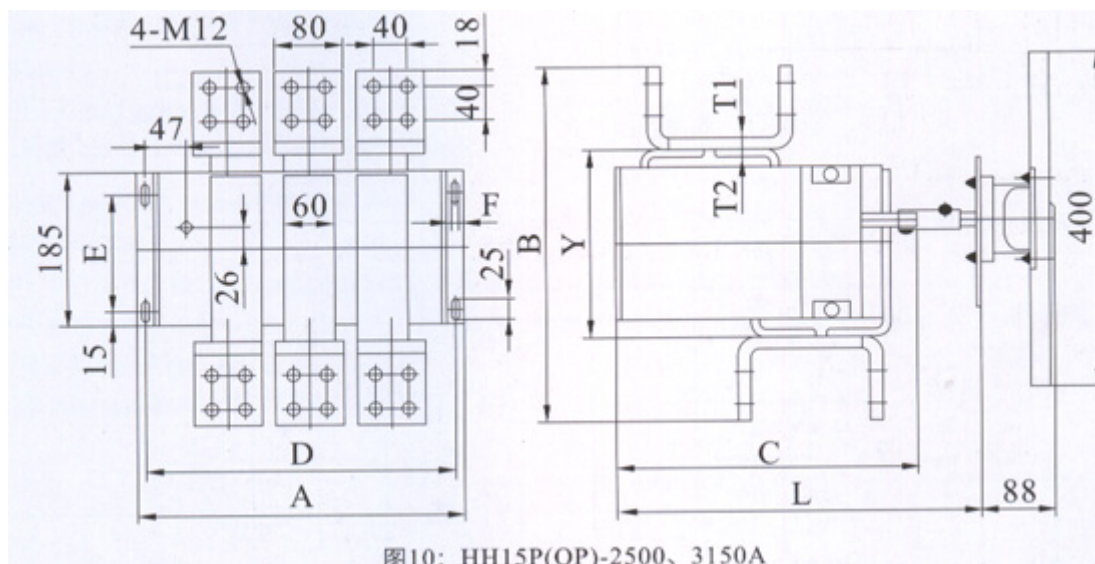

图10: HH15P(QP)-2500、3150A
4、HH15P(QP)-2500、3150A 的外形与安装尺寸（见图 10、表 7）